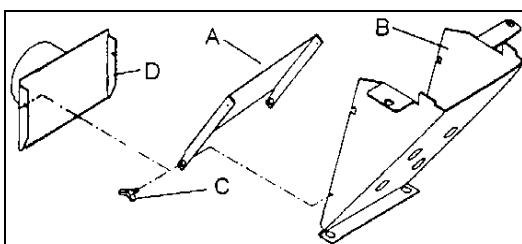

Рис. 7
1. Установите крышку кожуха стружки (А, рис. 7) к пластине крепления мотора (В, рис. 7), вставляя штырьки на крышке кожуха в углубления на моторной пластине.
2. Если фуганок должен использоваться без вытяжной установки, Установите крышку кожуха стружки (А, рис. 7) к моторной пластине (В, рис. 7) с двумя барашковыми винтами (С, рис. 7).
3. Если фуганок должен использоваться с вытяжной установкой, соответствующие отверстия в пластине штуцера (D, рис. 7) совпадают с отверстиями в крышке кожуха стружки (А, рис. 7) и с отверстиями кожуха на моторной пластине с двумя барашковыми винтами (С, рис. 7).